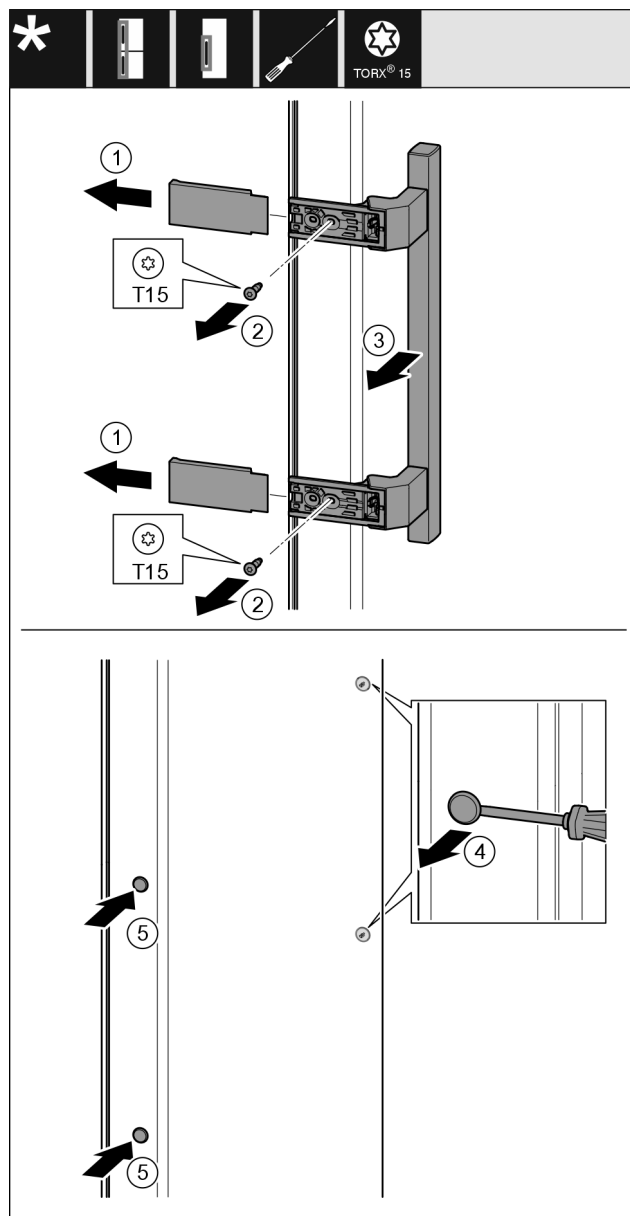

Fig. 22
- Снимите крышку Fig. 22 (1).
- Выкрутите винты Fig. 22 (2) отверткой.
- Снимите ручку Fig. 22 (3).
- Осторожно приподнимите шлицевой отверткой боковую заглушку Fig. 22 (4) и извлеките ее.
- Снова установите заглушку Fig. 22 (5) с другой стороны.